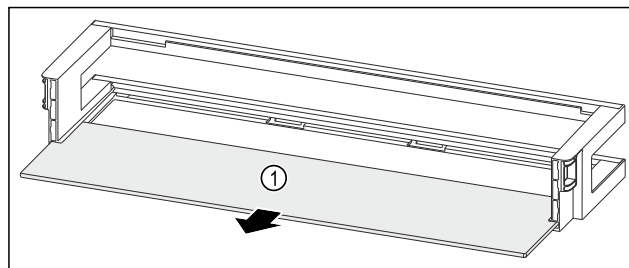

Fig. 235 Balconnet de contre-porte avec tablette de rangement
- Retirer la tablette de rangement Fig. 235 (1).